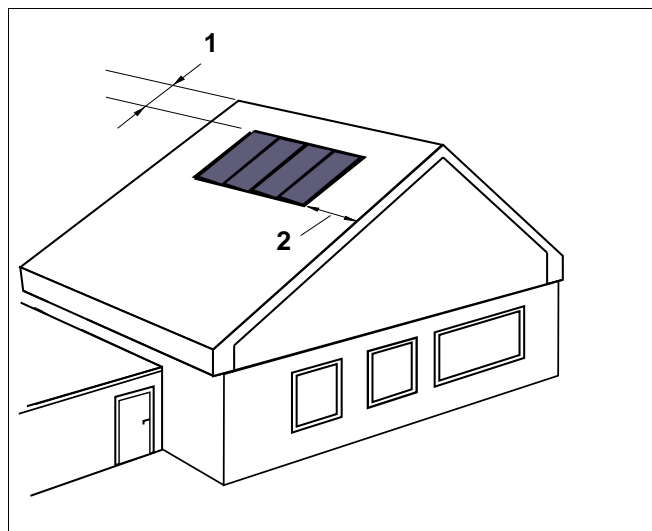

Abb. 6 Richtwerte für die Montagevorbereitung
- Firstseitig mindestens 2 Pfannenreihen belassen (Abb. 6). Ansonsten wird die Firstabdeckung beschädigt und eine einwandfreie Entlüftung unter dem Dach ist nicht mehr möglich.
- Seitlich einen Freiraum von mind. 40 cm (unter dem Dach) belassen (Abb. 6). Nur so kann die Sammelleitung des Rücklaufes noch steigend und damit entlüftbar verlegt werden.